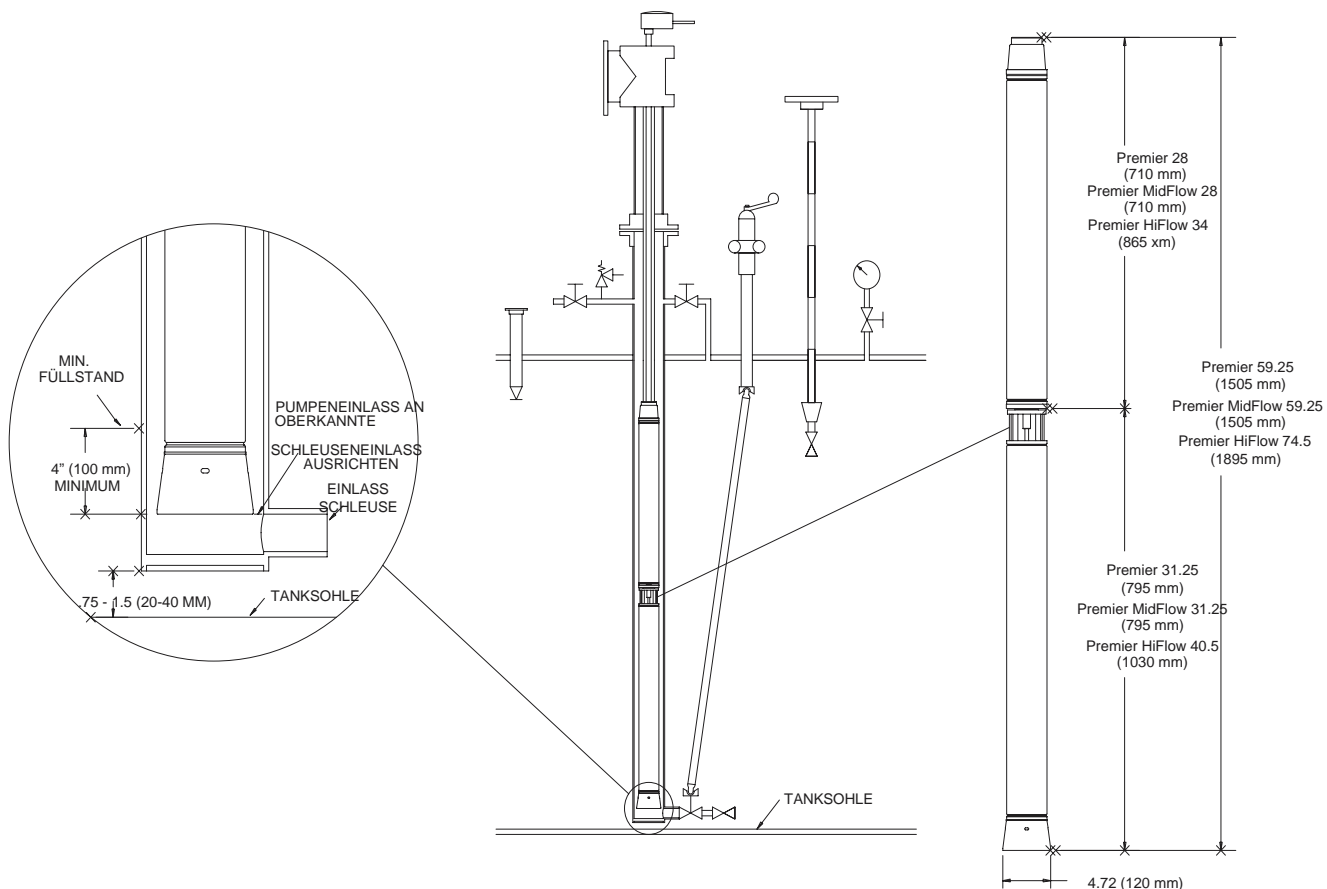

Abb. 2: Beispiel für die Positionierung einer in einer Schleuse installierten Flüssiggas-Pumpe
3. Bei Verwendung einer Pumpenschleuse oder eines Pumpenschachtes darf die max. Durchflussgeschwindigkeit 1,0 m/Sek. (3,3ft./sec) in der Saugleitung vom Tank nicht überschreiten. Die Ausgleichsleitung muss groß genug ausgelegt sein, um die Drücke in der Schleuse und im Abgabetank auszugleichen. Installationen mit Schleuse müssen die in diesem Handbuch spezifizierten Konstruktionsanforderungen erfüllen, besonders Abbildung 2 auf Seite 17, Tabelle 8 auf Seite 26 und Tabelle 9 auf Seite 27.
Die Red Jacket Flüssiggas-Tauchpumpe wird in eine speziell entwickelte Schleuse installiert, welche in einem der Domschächte des Lagertanks installiert wird, (siehe unten und Abbildung 2 bzgl. der Abmessungen innerhalb der Schleuse).